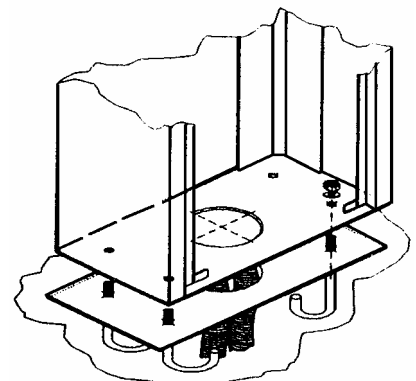

Рис.12 Установка шлагбаума.
1. Установите шлагбаум на пластину основания, закрепив его гайками, предварительно подложив между ними шайбы из комплекта (рис. 12);